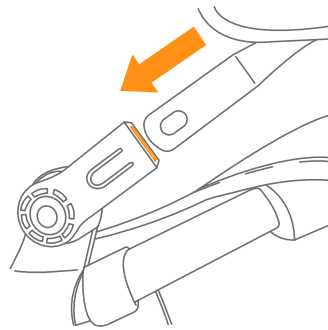

Fig.10a
- 10) • Insert the canopy into the stroller frame and ensure both sides click in (Fig. 10a).
- Inserte la cubierta en el marco del cochecito y asegúrese de que haga clic (Fig. 10a).